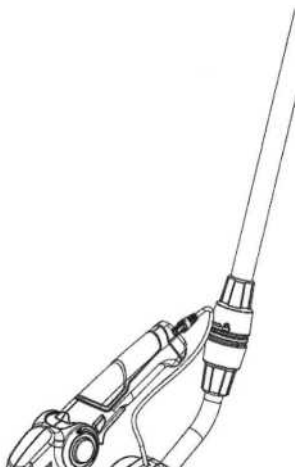

Figura 1a
2.1 Prezentare generală (Figura 1a / 1b)